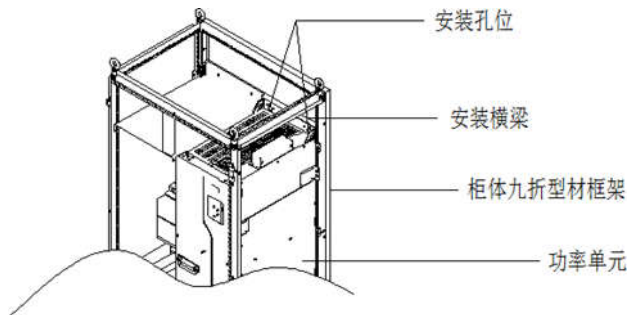

图 4-7 XLP7000 55~500kW 各类机型的机柜 3D
- (2) XLP7000 55~500kW 各类机型装入九折型材 600mm 深机柜时，安装横梁必须向内弯折（如图 4-7 所示），借用立柱的空间（在装 800mm 深或以上标准机柜时，无此限制）。